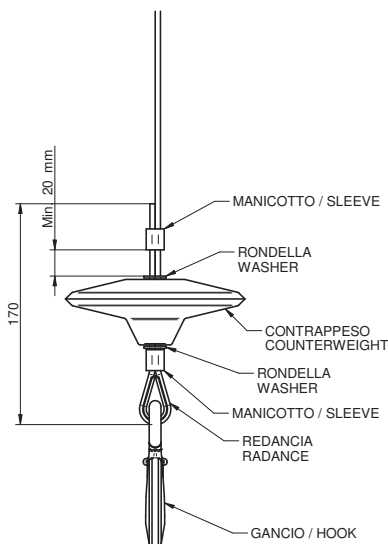

Abb. 4.6
6.1) Abb.4.6 Mit Aluminiumpresshülsen, eine unten und die andere oben (wie bei der Originalmaschine), wenn eine geeignete Presse oder ein geeignetes Werkzeug vorhanden ist.